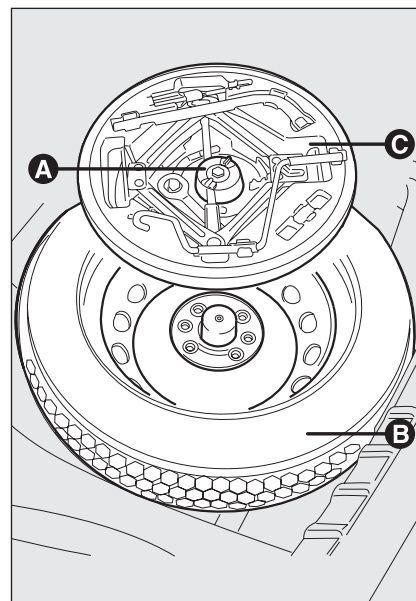

рис. 2
- Отпустите зажим **А-рис. 2**;
- Выньте контейнер с инструментом **С-рис. 2** и перенесите его к колесу, требующему замены;
- Снимите запасное колесо **В-рис. 2**;
- Поместите частично выдвинутый домкрат в ящик для хранения **С-рис. 2**, слегка вдавив его внутрь во избежание вибрации при движении автомобиля;
- Поместите контейнер **С-рис. 2** вместе с инструментами в запасное колесо;
- Затяните крепежное приспособление контейнера с инструментами **А-рис. 2**;